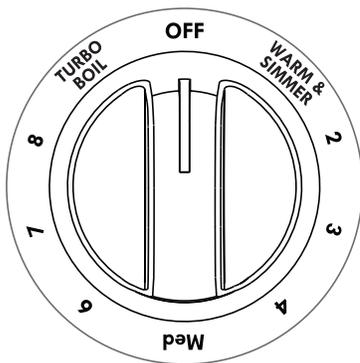

Figura 13: Manija de control del elemento superior Turbo Boil Flex
2. Presione y gire la perilla de control del elemento superior Turbo Boil Flex en cualquier sentido hasta el ajuste deseado (Figura 13). Gire el mando para ajustar si lo desea desde WARM & SIMMER hasta MED y TURBO BOIL.